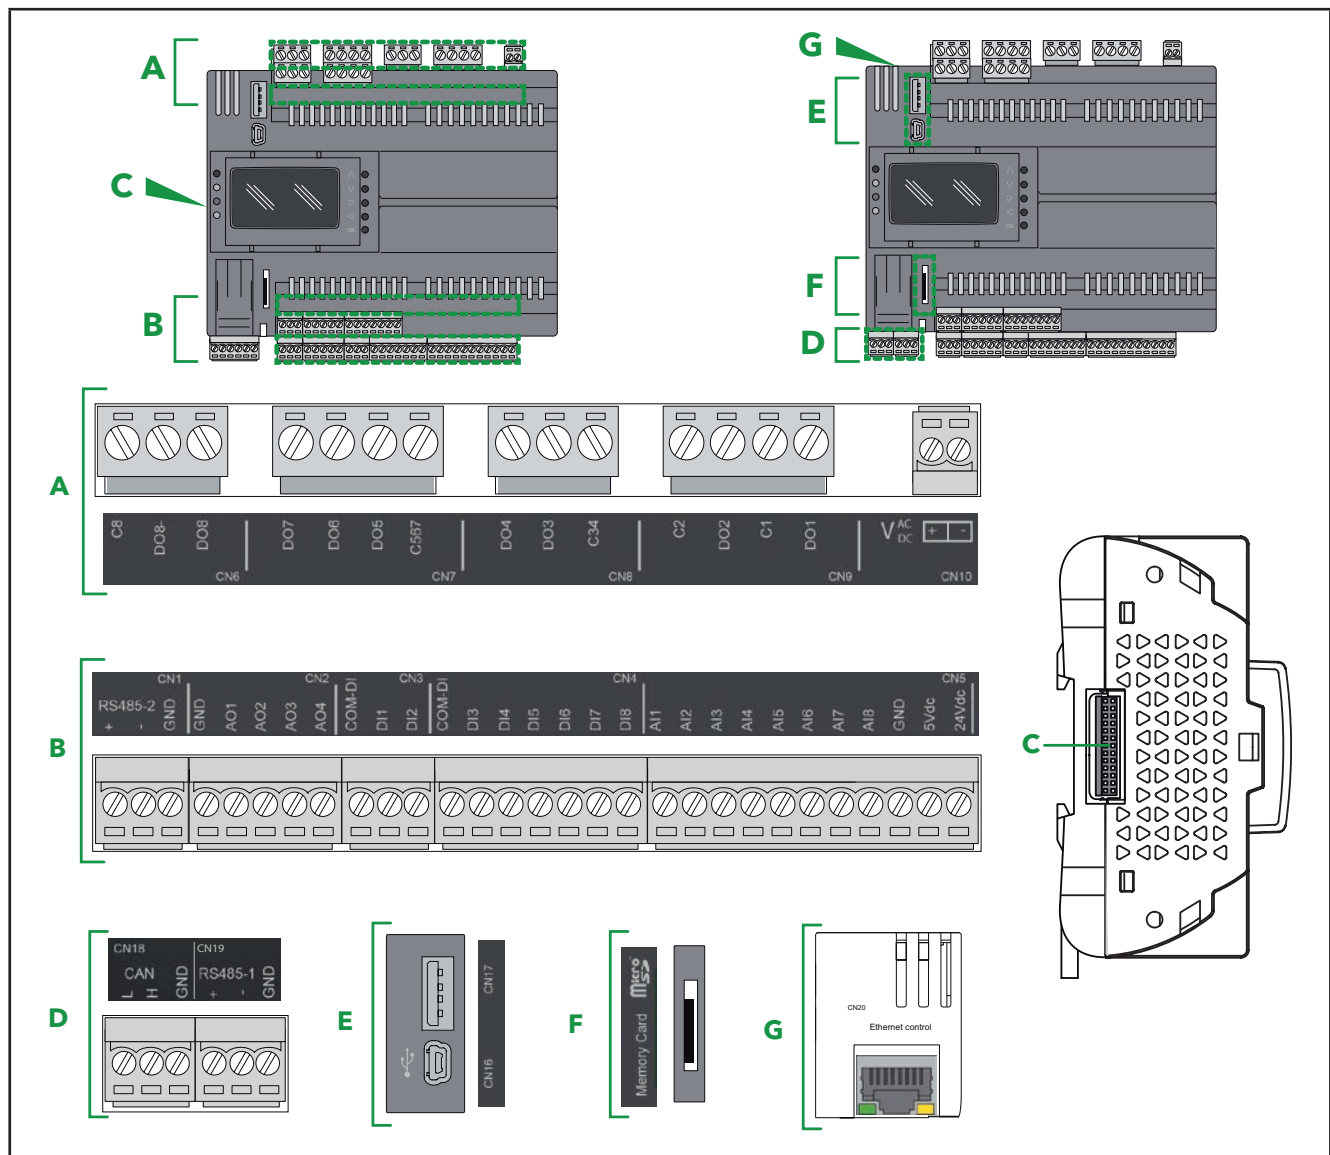
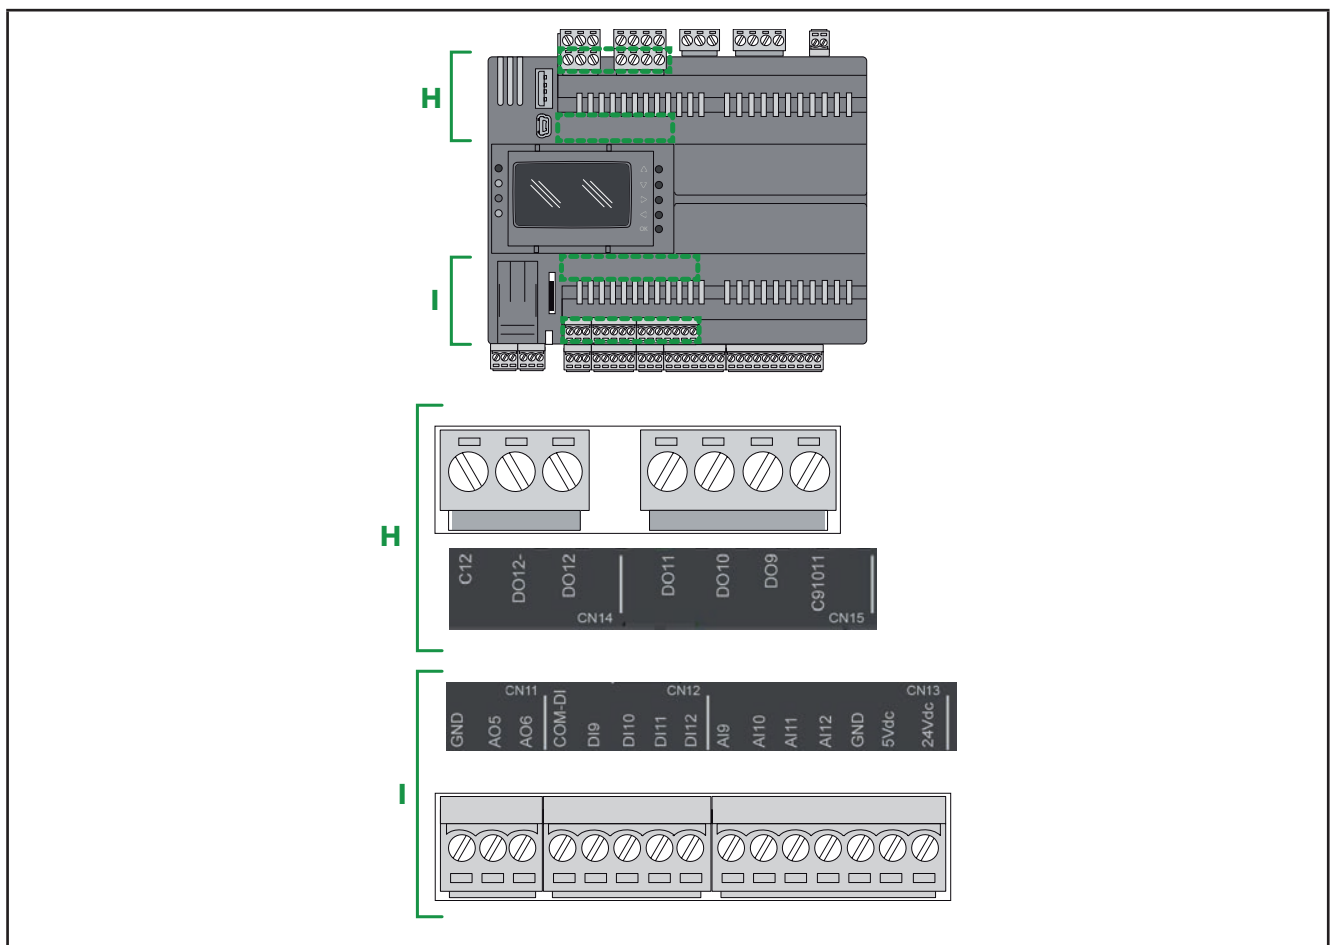

Abb. 22. Verbinder der Basisleiterkarte von EWCM 9000 PRO (HF)
Abb. 23. Verbinder der oberen Leiterkarte von EWCM 9000 PRO (HF)
Die Labels der E/A und der Ports sind am Gehäuse des Reglers **EWCM 9000 PRO (HF)** gekennzeichnet (siehe „Abb. 22“ auf S. 40 und „Abb. 23“ auf S. 41).